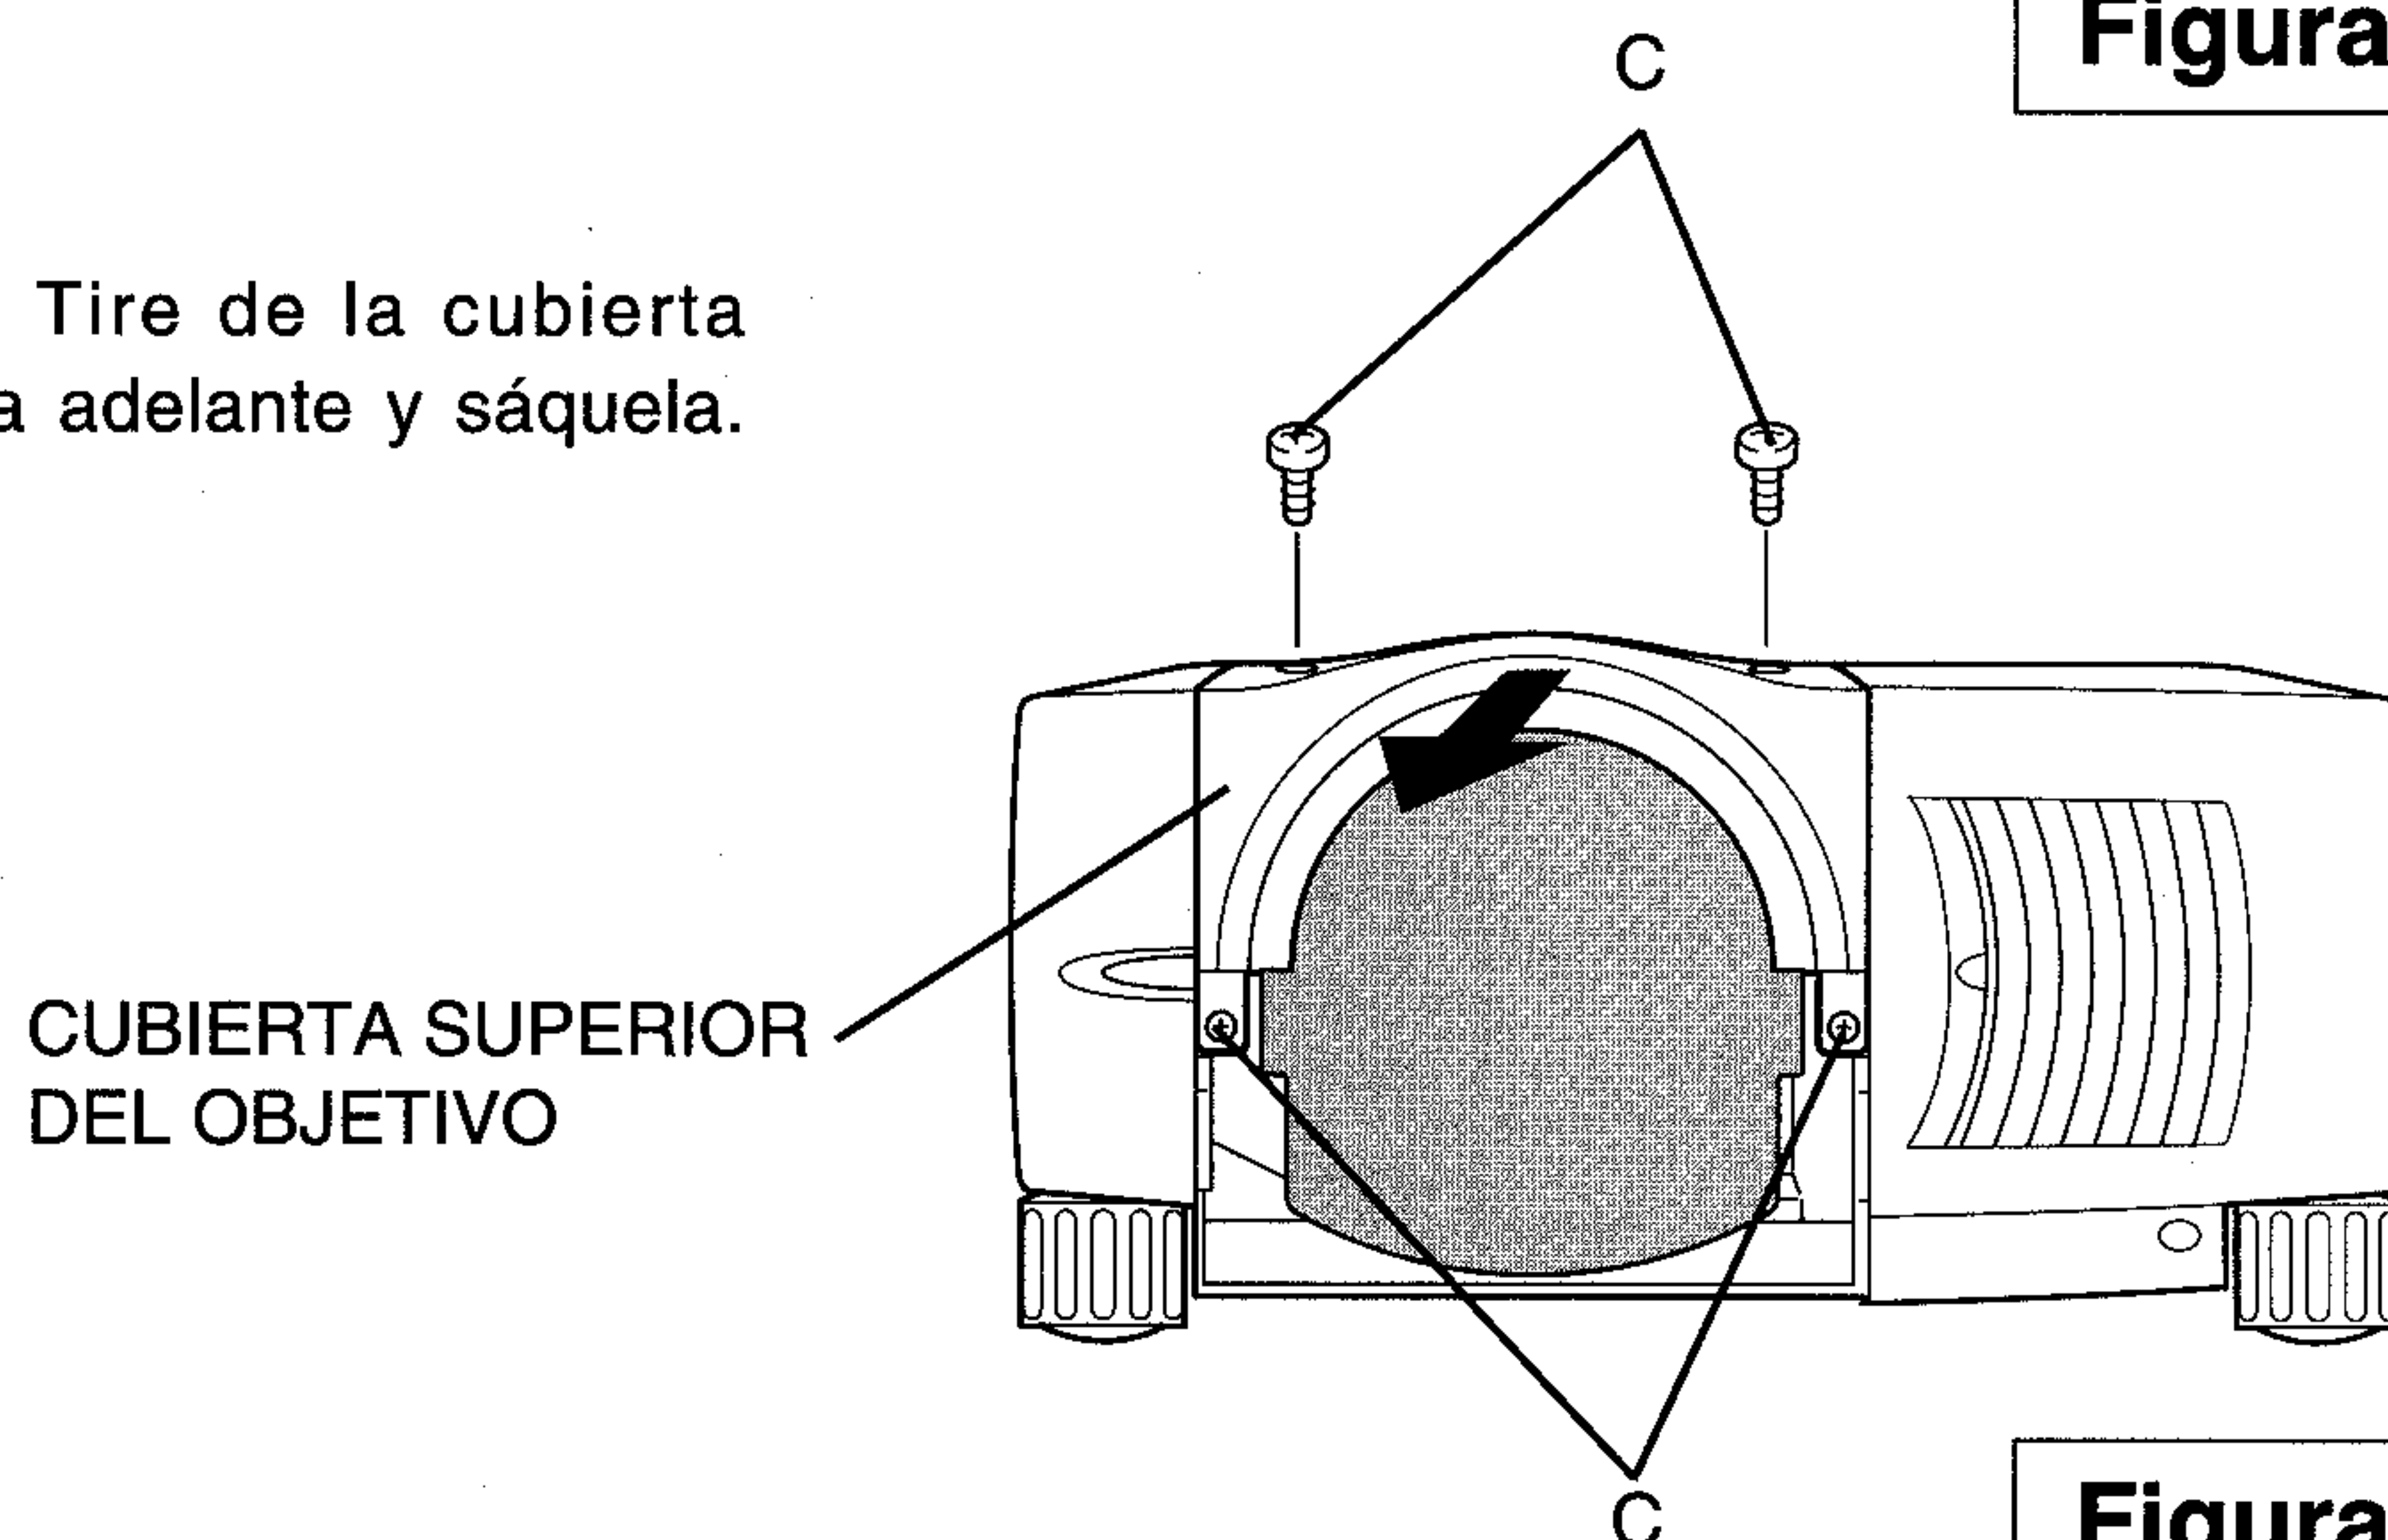

Figura 2
- 2 Retire los 4 tornillos C. Tire de la cubierta superior del objetivo hacia adelante y sáquela. (Consulte la figura 2.)
8 Vuelva a colocar la cubierta superior del objetivo. Asegure la cubierta superior del objetivo con los 4 tornillos C. (Consulte la figura 2.) Excepto para los modelos LNS-W01, LNS-W01Z, LNS-T01 y LNS-T01Z continúe tal cual lo indicado a continuación. Deslice las hojas de bloqueo de luz en la guía de la cubierta superior del objetivo y ajústelas en frente de la aleta. (Consulte la figura 9.)